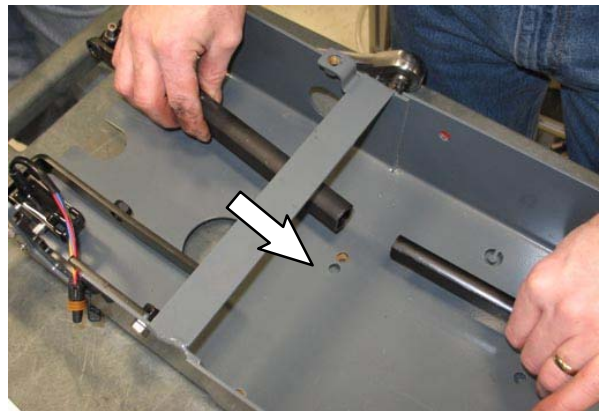

FIG. 58
20. Far scorrere la parte inferiore dell'albero dello sterzo sull'albero dello sterzo (1). (Fig. 58)